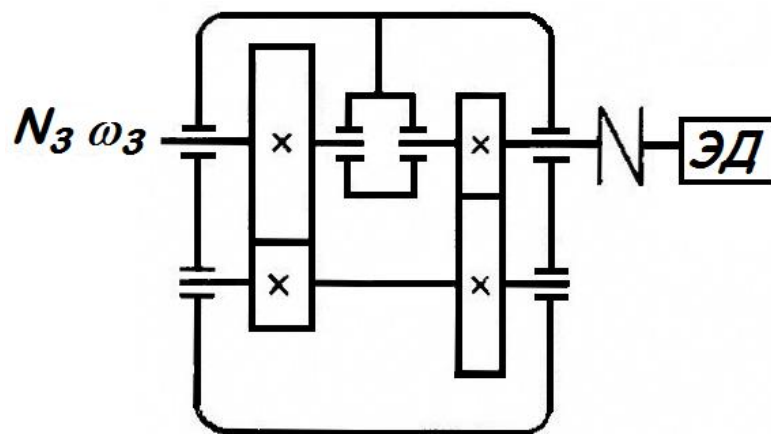

Рис. 25
3. Рассчитать зубчатые колеса косозубо-прямоугобого соосного редуктора (рис. 25). Мощность на ведомом валу редуктора  $N_3$ , угловая скорость ведомого вала  $\omega_3$  и передаточное число редуктора  $u$  приведены в табл. 24. Сроком службы зубчатых колес задаться.
4. По данным задачи 3 рассчитать промежуточный вал редуктора (рис. 25) и подобрать для него по ГОСТ 8338-75 подшипники качения. Расстоянием между зубчатыми колесами и подшипниками задаться. Привести рабочий эскиз вала (рис. 4).